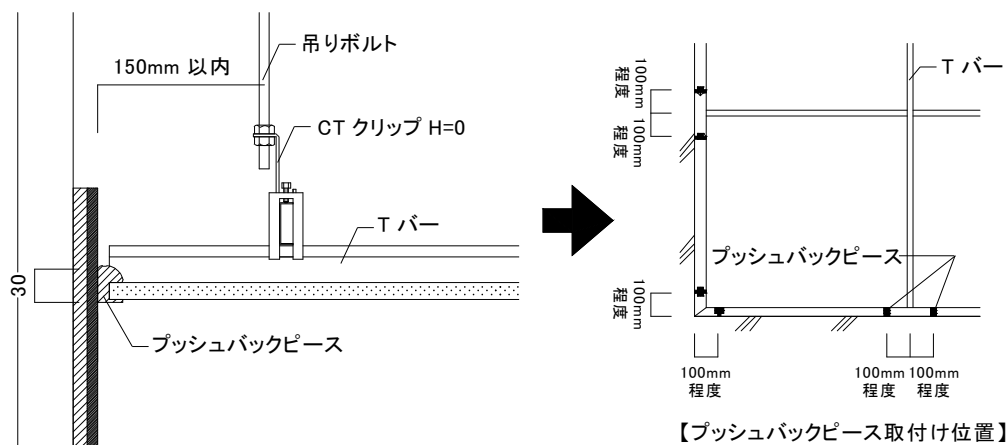

図2-8-2 プッシュバックピースの設置例
6) Tバーと同様に天井板にクリアランスを設置した場合は、廻り縁にゴムスポンジ(プッシュバックピース)をTバーから100mm程度の両端位置に貼りつけること。(図2-8-2参照)